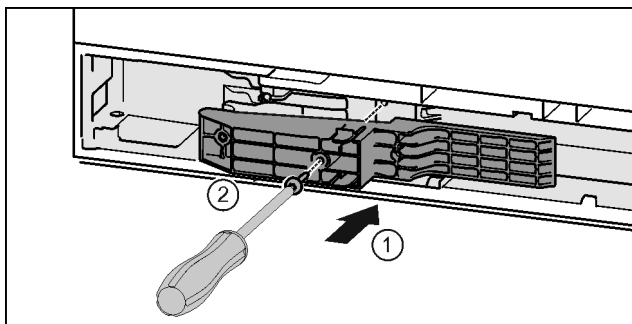

Fig. 36 *
- ▶ Ievietojiet adapteri padziļinājumā satveršanas pusē. Fig. 36 (1)*
- ▶ Pieskrūvējiet skrūves ar skrūvgriezi T15. Fig. 36 (2)*